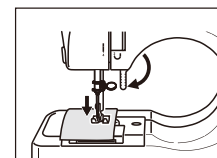

Abb.8
3. Den Pressfuß absenken (Abb. 8).